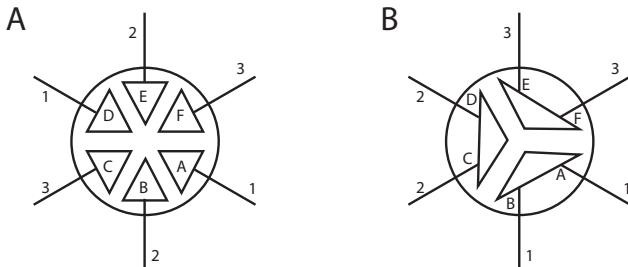

Fig. 8.e
- Zulaufventil (Fig. 8.a, Teil 3 und Fig. 8.c, Teil 2). Nach dem Abtrennen der Kabel und Leitungen das Zulaufventil abnehmen und den Sauberkeitszustand des Einlassfilters überprüfen; bei Bedarf mit Wasser und einer weichen Bürste reinigen.
- Verteilerrohr mit Abschlämmpumpe (Fig. 8.a, Teil 5). Überprüfen, dass sich am Sockel des Dampfzylinders keine festen Rückstände befinden und eventuelle Verunreinigungen entfernen. Prüfen, ob die O-Ring-Dichtung unbeschädigt ist und keine Risse hat; bei Bedarf austauschen. Überprüfen, dass keine festen Rückstände in der Abschlämmeleitung vorhanden sind.
- Abschlämmpumpe (Fig. 8.c, Teil 4). Die Stromversorgung unterbrechen, die Befestigungsschrauben lockern und eventuelle Verunreinigungen beseitigen (Fig. 8.a, Teil 6). Die Wanne von Kalkablagerungen reinigen und kontrollieren, dass das Wasser auf der Höhe der Abschlämmpumpe frei von der Wanne zum Ablauf fließt.
- Zulaufwanne (Fig. 8.a, Teil 1). Überprüfen, dass keine Verstopfungen oder feste Rückstände vorhanden sind und dass die Leitfähigkeitelektroden sauber sind; eventuelle Verunreinigungen beseitigen und nachspülen.
- Bausatz für interne Leitungen (Fig. 8.a, Teil 2 und Fig. 8.c, Teil 3). Überprüfen, dass sie frei von Verunreinigungen sind; eventuelle Verunreinigungen beseitigen und nachspülen.